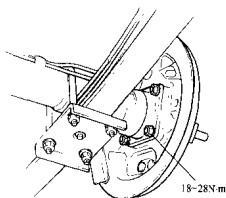

图 13-33
(8) 将半轴装入后桥壳, 并按规定力矩拧紧制动底板固定螺栓, 见图 13-33。